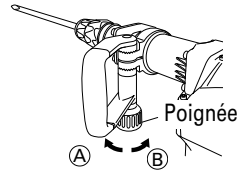

Fig. 6
- (1) Desserrer la poignée en tournant la saisie dans le sens de Ⓐ comme indiqué à la Fig. 6.